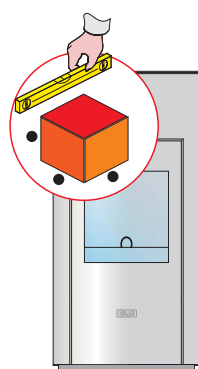

Abb. 4
• Prüfen Sie mit einer Wasserwaage die stabile Aufstellung des Pellet-Kaminheizofens. Unebenheiten im Boden können mit den höhenverstellbaren Füßen ausgeglichen werden (**Abb. 4**).